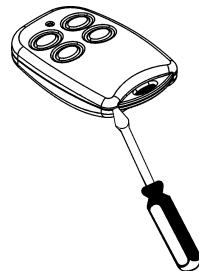

Abbildung B.12: Öffnen des TP14 Kästchens
1. Stecken Sie einen kleinen Schraubenzieher im umlaufenden Schlitz hinein – siehe *Abbildung B.12*. Drehen Sie vorsichtig den Schraubenzieher, um den vorderen Teil vom hinteren Teil des Kästchen zu trennen.